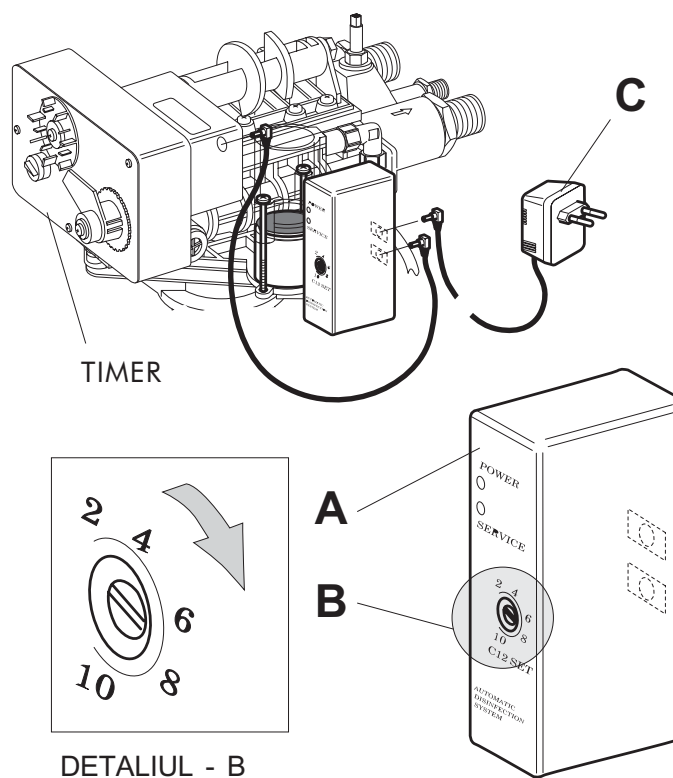

Fig. 6
- Introduceți fișa alimentatorului în unitatea de comandă și puneți alimentatorul la priză de curent electric (vezi Fig. 6 poz. C pag. 12).
Led-ul roșu indică poziția de “producție clor” și nu se aprinde decât în timpul trecerii sărării (vezi Fig. 6 pag. 12).